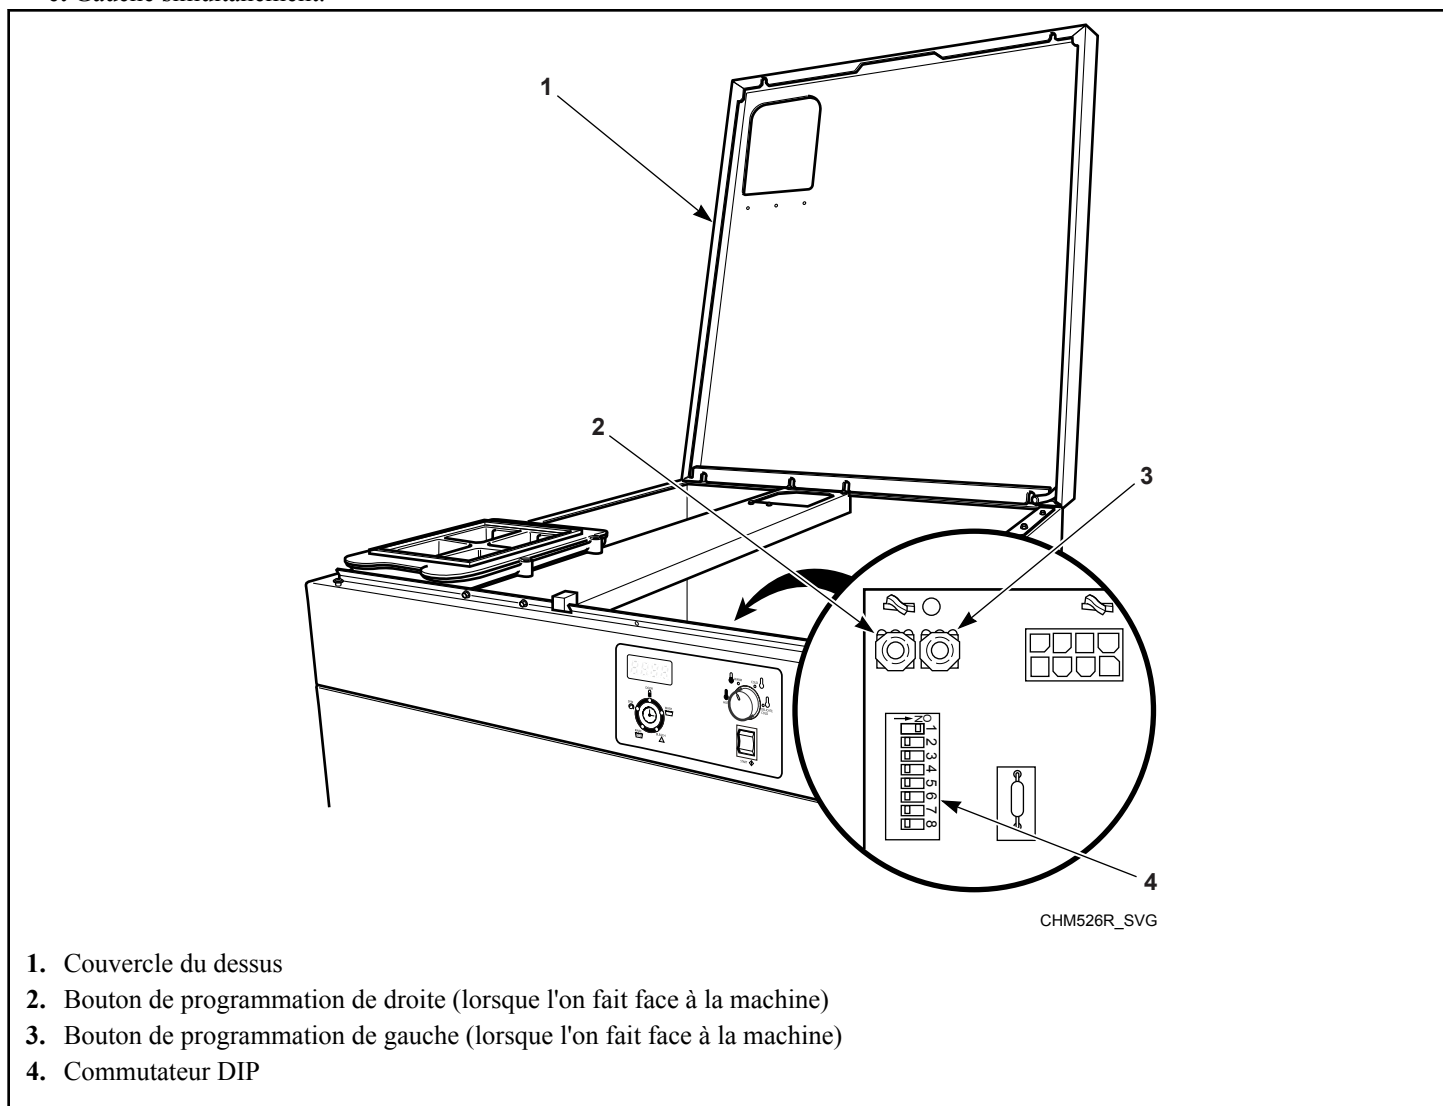

Figure 3
1. Pour accéder au commutateur DIP, ouvrir le couvercle du dessus de la machine. Se reporter à *Ouverture du couvercle du dessus* et *Figure 3*.
2. Il y a deux boutons à l'arrière de la commande. Se reporter à *Figure 3*. Appuyer sur les boutons de programmation Droite et Gauche simultanément.